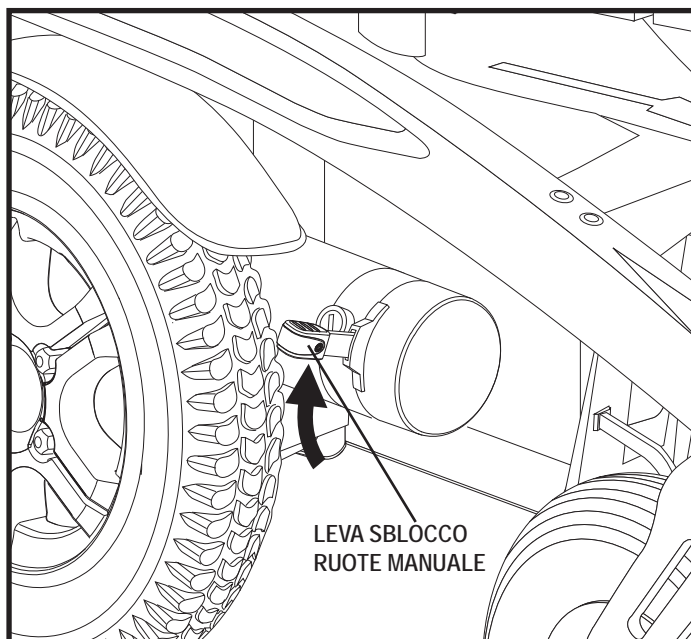

Figura 4. Modalità normale (trazione inserita)
2. Tirare su le due leve di sblocco ruote per guidare (motore guida attivato). **Vedere la figura 4.**